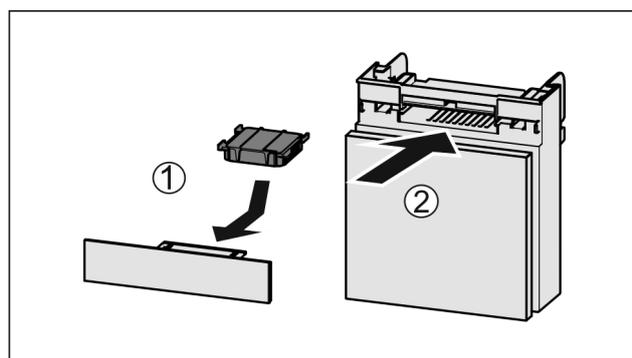

Fig. 115
- Insérer le filtre à charbon actif d'après le schéma Fig. 115 (1).
- Insérer le compartiment Fig. 115 (2).